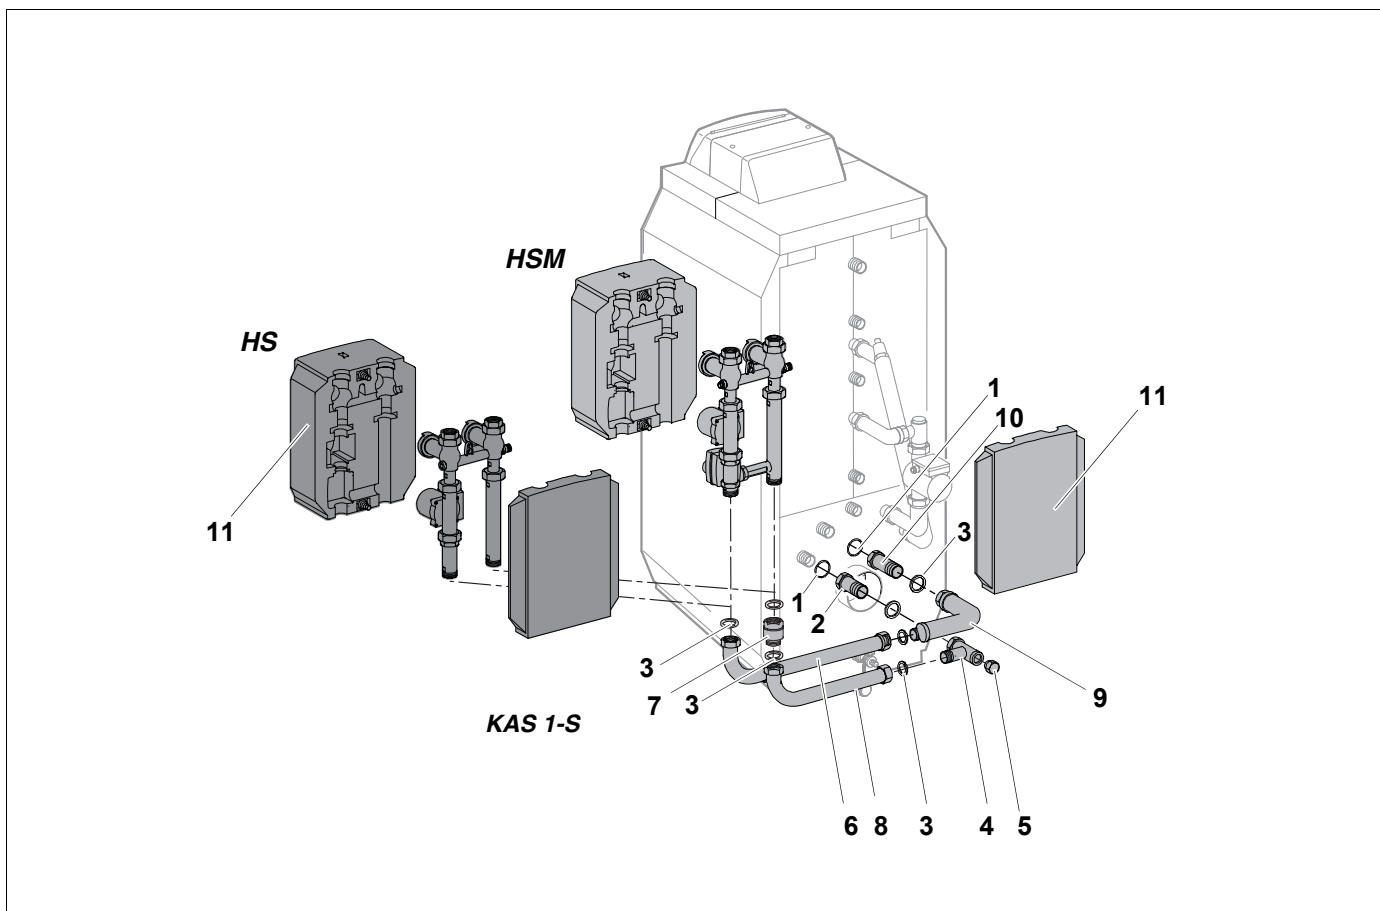

Рис. 4 Монтаж KAS 1-S справа (S = сбоку)
- Установите на трубы комплект подключения отопительного контура без смесителя (HS) или со смесителем (HSM) в соответствии с рис. 4, затяните оба резьбовых соединения и проверьте их герметичность.